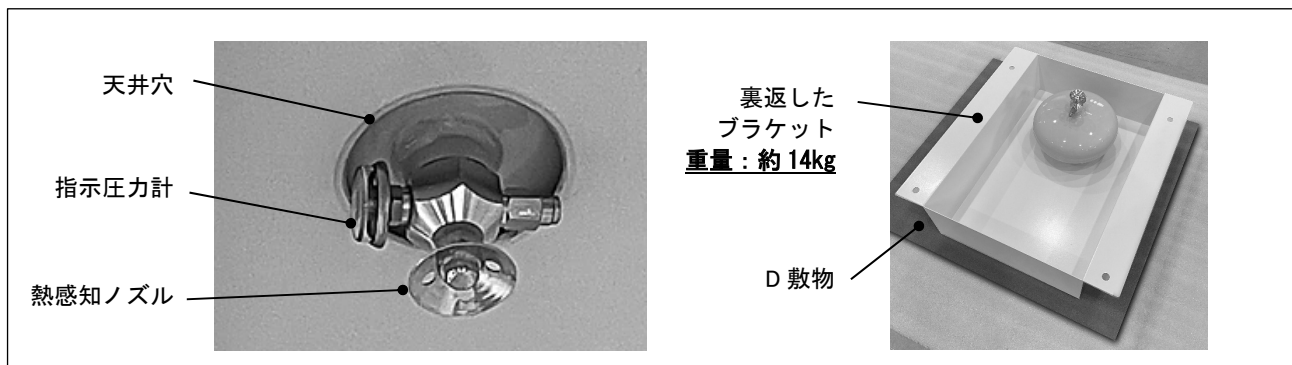

Fig.6-4 天井穴周辺(室内側)
①-2: ゆるめたボルトを外した後、スプリンクラーの先端にある熱感知ノズルや指示圧力計が「Fig.6-4」に記載の天井穴の縁に当たらないように注意しながらブラケットを真っすぐ持ち上げ、取り外してください。取り外したのち、D の敷物など敷いた上にブラケットを裏返して置いてください。